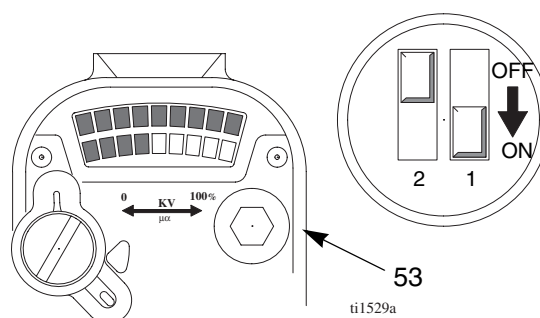

Fig. 15. Microinterruttori per la regolazione della bassa tensione
2. Rimuovere il tappo di regolazione LO VOLTAGE (53). Impostare la tensione desiderata, usando un piccolo cacciavite per fare scorrere gli interruttori 1 e 2 su ON o OFF, in base a Tabella 4. Vedere anche FIG. 15.